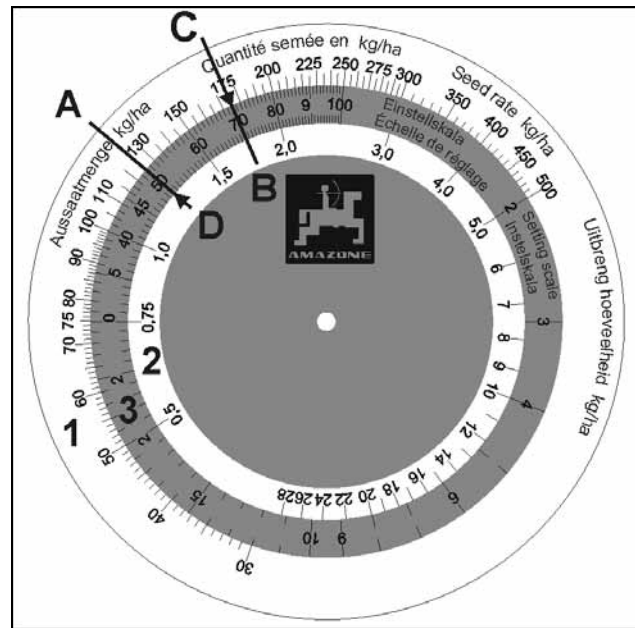

Fig. 85
Il disco graduato ha tre scale: una scala esterna bianca (Fig. 85/1) per tutte le quantità di semente superiori a 30 kg/ha e una scala interna bianca (Fig. 85/2) per tutte le quantità di semente inferiori a 30 kg/ha. Nella scala centrale a colori (Fig. 85/3) vengono indicate le posizioni del riduttore da 1 a 100.
- La quantità di semina 125 kg/ha (Fig. 85/A) e la "posizione riduttore 50" (Fig. 85/B) coincidono sul disco graduato.
- Ora leggere sul disco graduato la posizione riduttore per la quantità di semente desiderata 175 kg/ha (Fig. 85/C). Nel nostro esempio si tratta della "posizione riduttore 70" (Fig. 85/D).